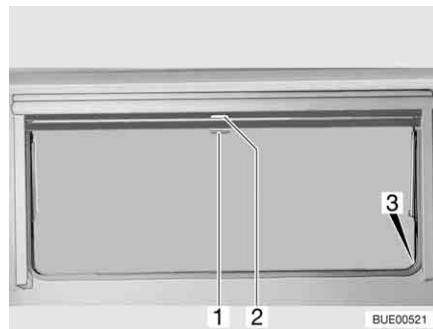

Bild 72 Ausstellfenster
- Verdunklungsrollo am Griff (Bild 72,2) nach unten ziehen. Wenn das Verdunklungsrollo ganz geschlossen wird, das Verdunklungsrollo auf beiden Seiten am Fensterrahmen in die Arretierung (Bild 72,3) einhängen.
- Wenn das Verdunklungsrollo vollständig geschlossen ist: Den Griff (Bild 72,2) nach unten drücken und den Griff dabei leicht nach innen ziehen. Das Verdunklungsrollo aus den Arretierungen links und rechts am Fensterrahmen aushängen.
- Wenn sich das Verdunklungsrollo in Zwischenposition befindet: Den Griff (Bild 72,2) leicht nach unten ziehen, bis sich die Arretierung gelöst hat.
- Insektenschutzrollo am Griff (Bild 72,1) nach unten ziehen und auf beiden Seiten am Fensterrahmen in die Arretierung (Bild 72,3) einhängen.
- Griff (Bild 72,1) nach unten drücken und den Griff dabei leicht nach innen ziehen. Das Insektenschutzrollo aus den Arretierungen links und rechts am Fensterrahmen aushängen.